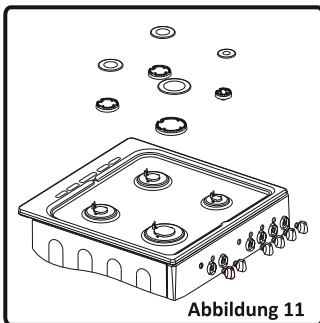

Abbildung 11
- Entfernen Sie Brennerkappen und den Adapter (Abbildung 11).